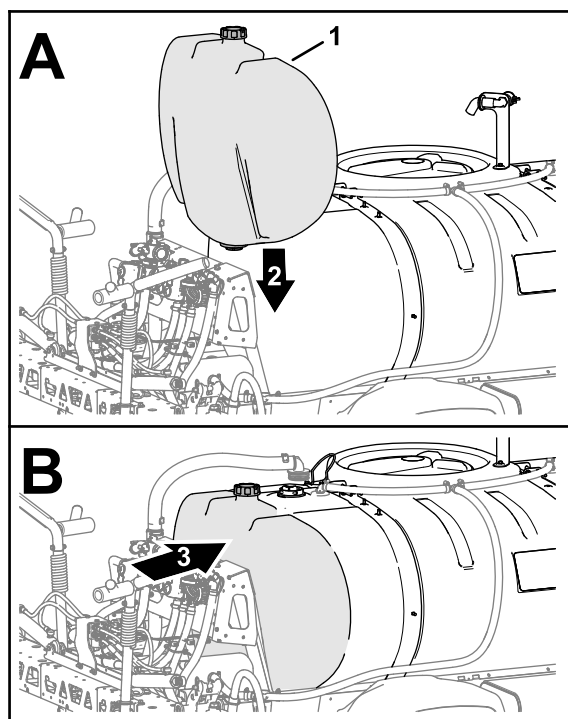

Figura 12
4. Se sulla vostra macchina è montato il kit del serbatoio di lavaggio opzionale, allineate il serbatoio alla macchina come nella (Figura 12).